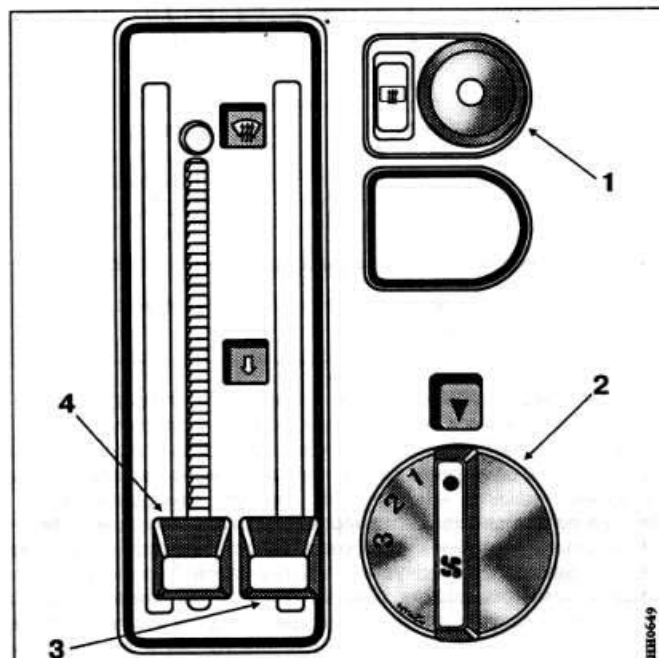

Рис. 27. Органы управления вентиляцией и отоплением салона:
ляцией и отоплением (рис. 27). Температура воздуха при включенном отопителе регулируется ползунком «Т».
**Управление вентиляцией и отоплением.** Органы управления вентиляцией и отоплением расположены справа от комбинации приборов и выполнены в виде двух вертикально перемещаемых ползунков и поворотного переключателя (рис. 27). Левым ползунком 4 регулируется температура подаваемого воздуха, а правым ползунком 3 — распределение воздуха между соплами. Поворотным переключателем 2 включается вентилятор и три различные его скорости.
**Обогрев заднего стекла.** Элемент обогрева заднего стекла включается нажимным выключателем 1, расположенным справа от ползунков управления вентиляцией и отоплением (рис. 27). При включении обогрева загорается встроенная в выключатель контрольная лампа.